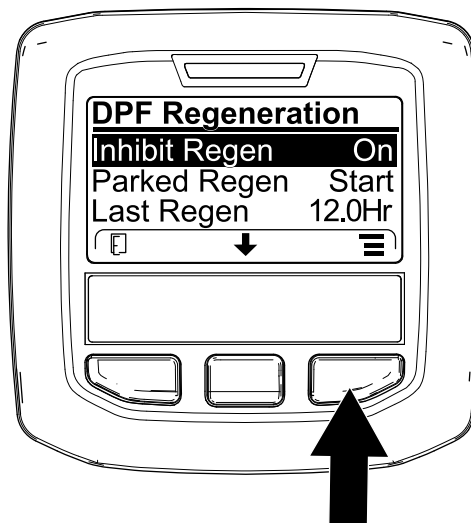

Figura 49
- Acceda al menú DPF Regeneration (Regeneración de DPF), pulse el botón central para desplazarse hacia abajo, hasta la opción INHIBIT REGEN (Inhibir regeneración) y pulse el botón derecho para seleccionar la opción Inhibit Regen (Figura 49).
- Pulse el botón derecho para cambiar el ajuste de inhibición de regeneración de Activado a Desactivado (Figura 49) o viceversa (Figura 50).